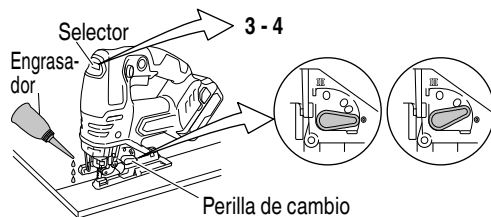

Fig. 29
4. Cortar materiales metálicos (Fig. 29)